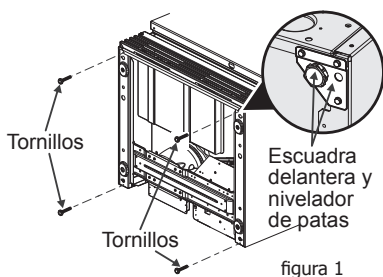

figura 1
4. Retire y deseche los cuatro tornillos que sujetan la paleta de madera a la base usando una llave de cubo de 3/8". Vea la figura 1. Deseche el calzo de madera y los tornillos. .
5. Retire y deseche los dos soportes delanteros con patas niveladoras usando una llave de cubo de 5/16". Vea la figura 1.
Ubique y alinee la rueda fija (con la palanca de freno orientada hacia adelante, vea la figura 3) sobre los mismos agujeros de instalación del soporte que se muestra en la figura 1 y utilice los seis tornillos hexagonales (3 para cada rueda). Apriete bien los pernos usando una llave de cubo de $\frac{3}{8}$ ". Repita este procedimiento en la otra esquina. **NO APRIETE DEMASIADO.**